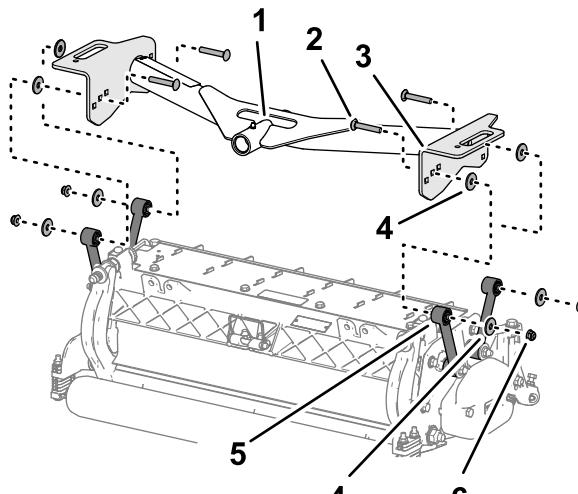

Рисунок 17
1. Совместите отверстия в пластинах передней несущей рамы с отверстиями в монтажных пластинах режущего блока (Рисунок 17).
- Установите шайбу между несущей пластиной и тягой (Рисунок 17) и соедините пластины и проставку, не затягивая, с помощью каретного болта ( $\frac{3}{8} \times 2\frac{1}{4}$  дюйма), шайбы и фланцевой контргайки ( $\frac{3}{8}$  дюйма).